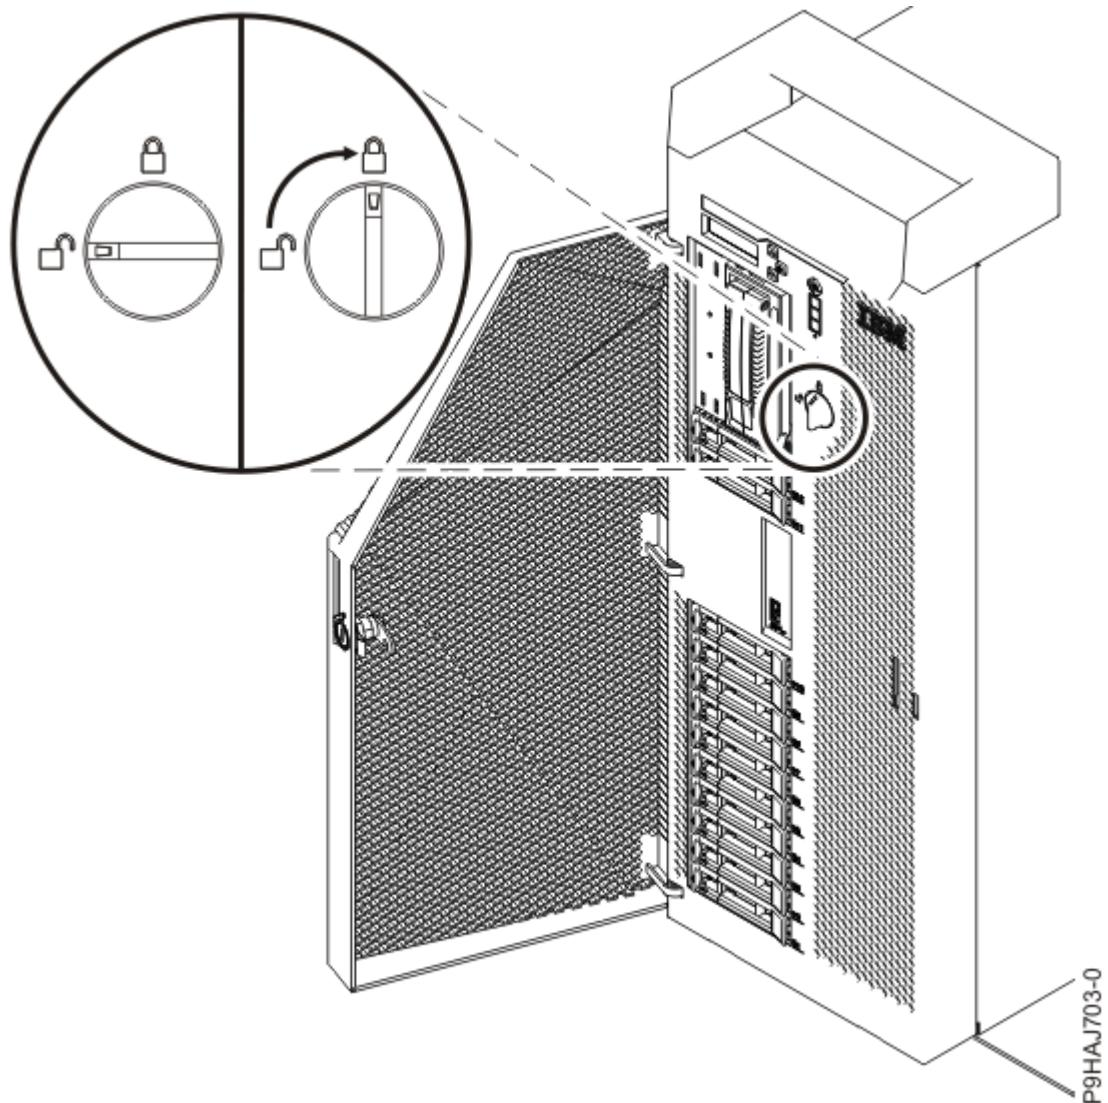

図 47. 前面カバー・ラッチのクローズ
- d) カバー・ラッチを右(時計回り)にひねってカバーをロックします(49 ページの図 47 を参照)。垂直方向がロック状態で、水平方向がアンロック状態です。